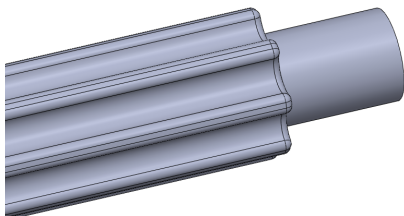

图 14-10 创建拉伸凸台特征
(2) 退出草图绘制环境,单击【拉伸凸台/基体】按钮,选择新绘制的草图,弹出【凸台-拉伸】属性管理器,设置【深度】为 16,单击【确定】按钮,即可创建拉伸凸台特征,效果如图 14-10 所示。